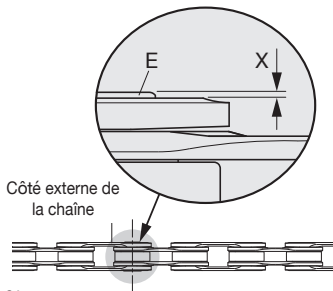

Fig.21
- Le fait que le rivet (E) dépasse légèrement (X) (vers le côté externe de la chaîne) du maillon (Fig. 21) est tout à fait normal et ne gêne pas le glissement normal de la chaîne.